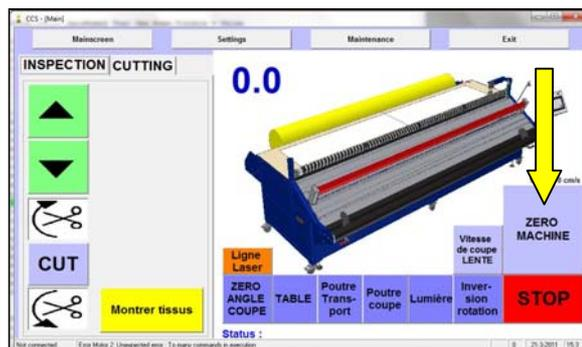

Figure 20 [Home] activer pour le démarrage de la machine
- ▶ Activer **[Home]** (Figure 20). La tête de coupe fait un petit mouvement et se positionne à l'extrême droite (voir Figure 21).